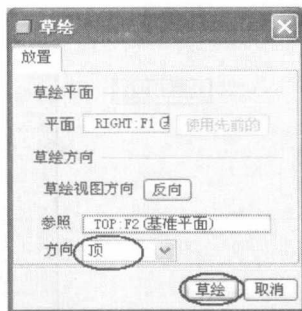

图1-5 选择方向选项
4. 系统自动选择 TOP 基准面作为草绘视图方向参照。在如图 1-5 所示的【草绘】提示对话框中选择方向为【顶】，单击[草绘]按钮。